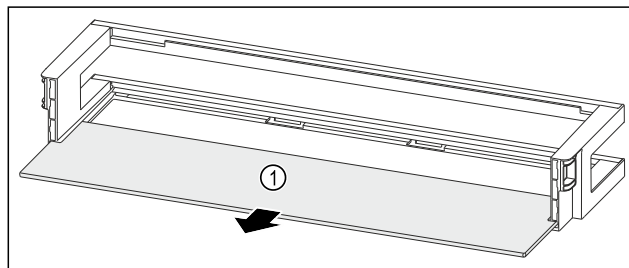

Fig. 91 Рафт на врата с рафт
- ▶ Свалете рафта Fig. 91 (1).